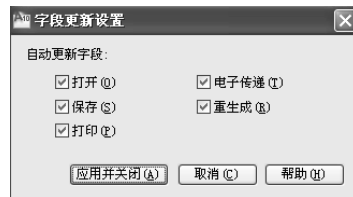

图 1-30 “字段更新设置”对话框
(2) “字段更新设置”按钮：单击“字段更新设置”按钮，弹出“字段更新设置”对话框，如图 1-30 所示。在该对话框中，设置字段在什么情况下自动更新。